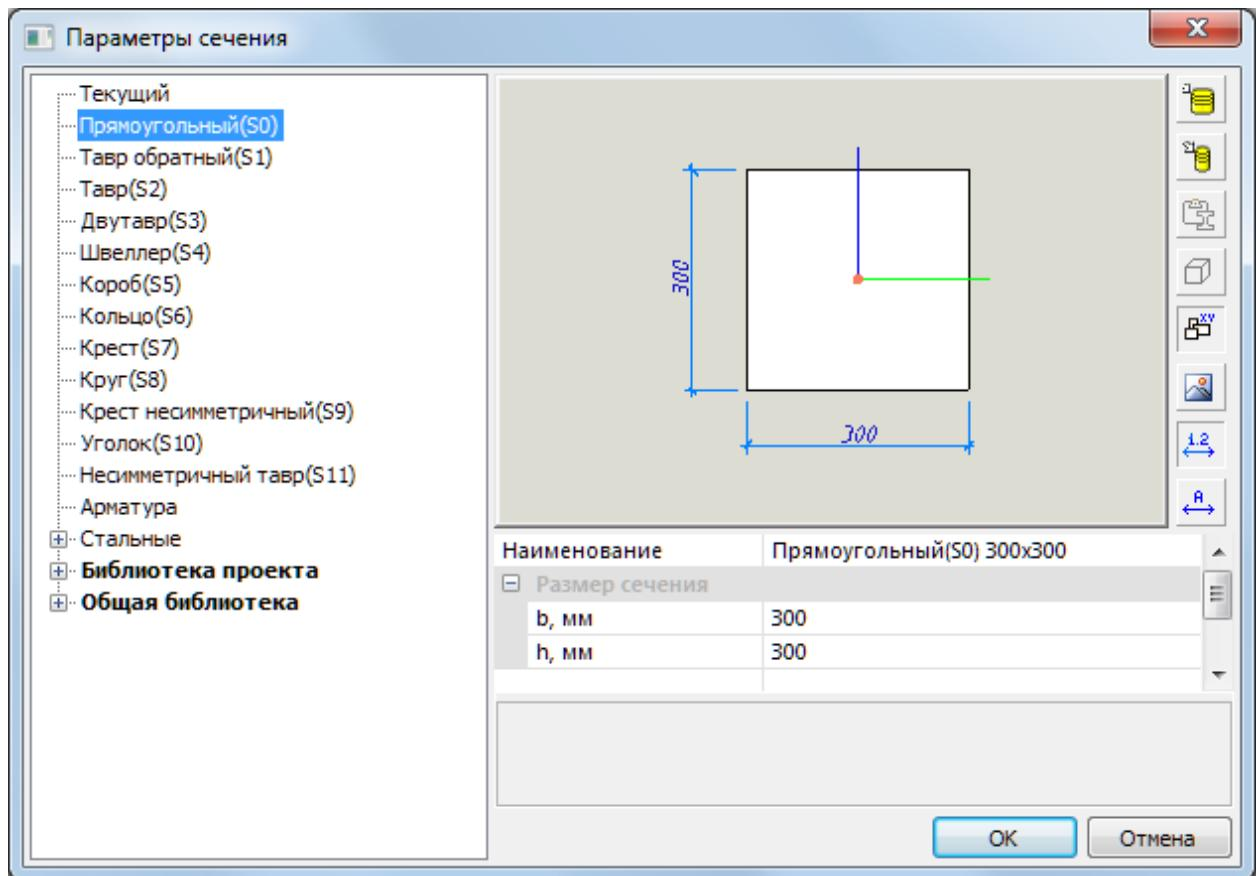

Рис.3.6 Диалоговое окно **Параметры сечения**
- Вызовите диалоговое окно **Параметры сечения** (рис.3.6) щелчком по кнопке в строке свойств инструмента Балка.